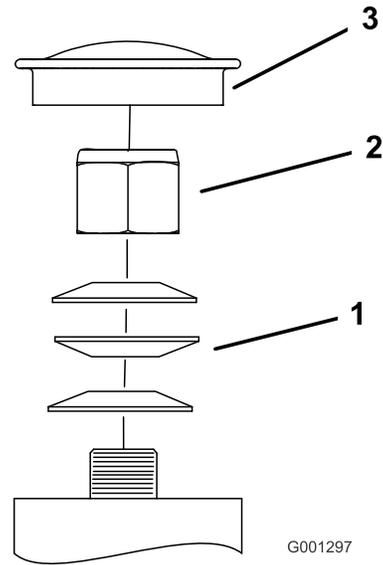

Figure 75
3. Retirez le capuchon protecteur de la roue pivotante et serrez le contre-écrou (Figure 75).
4. Continuez de serrer le contre-écrou jusqu'à ce que les rondelles élastiques soient aplaties, puis desserrez-le d'un quart de tour pour obtenir la précharge correcte des roulements (Figure 75).
**Important:** Veillez à placer les rondelles élastiques correctement, comme montré à la Figure 75.
5. Reposez le capuchon protecteur (Figure 75).